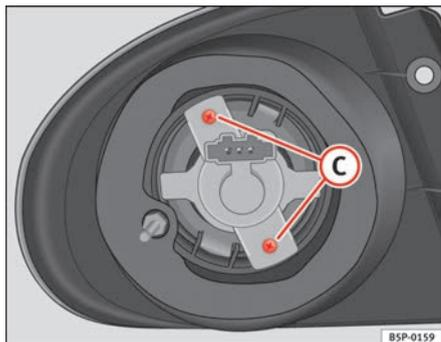

Abb. 192 Blinklicht
- Drehen Sie die Schrauben ⇒ Seite 268, Abb. 192 **C** der Lampenfassung heraus und ziehen Sie diese heraus.
- Drehen Sie die Schrauben ⇒ Abb. 192 **C** der Lampenfassung heraus und ziehen Sie diese heraus.